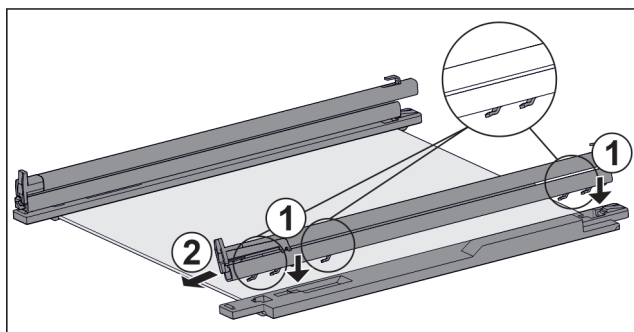

Fig. 112 Tablette en verre avec rails et pièces de retenue
- Placer les crochets du rail sur les ouvertures de la pièce de retenue de **gauche**. Fig. 112 (1)
- Tirer le rail vers l'avant. Fig. 112 (2)
- Placer les crochets du rail sur les ouvertures de la pièce de retenue de **droite**. Fig. 112 (1)